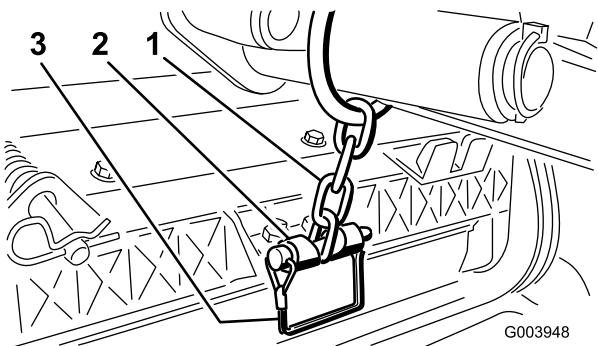

图12
12. 使用保险销将提升臂链条固定到链条架（图12）。使用滚刀组操作员手册所述的链条节数。